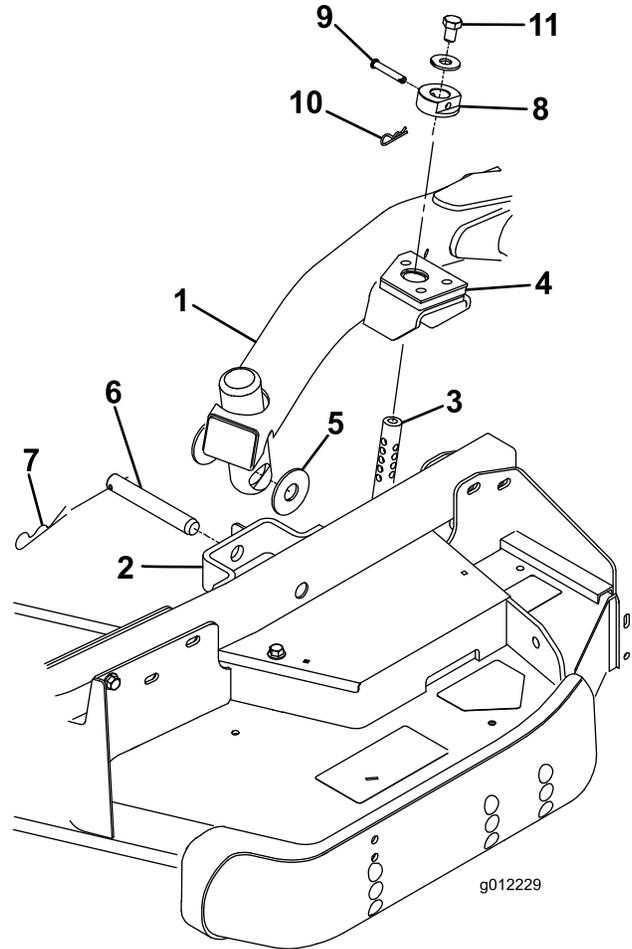

図 23
穴とキャスタ・アーム・ブラケットについている穴を整列させ、昇降アームのパッドに刈高ロッドを挿入できるようにする (図 23)
5. スラスト・ワッシャ 2 枚、クレビス・ピン、ヘアピン・コッターを使って、昇降アームをキャスタ・アームに固定する。スラスト・ワッシャは昇降アームとキャスタ・アーム・ブラケットの間に入れる (図 23) コッター・ピンを、キャスタ・アーム・タブのスロットに差し込んで固定する。
(図 23)クレビス・ピンの頭をデッキの前面に向けておく。
10. 各刈高ロッドの上部に 1/2 x 3/4" ボルトとワッシャを取り付ける (図 23)。